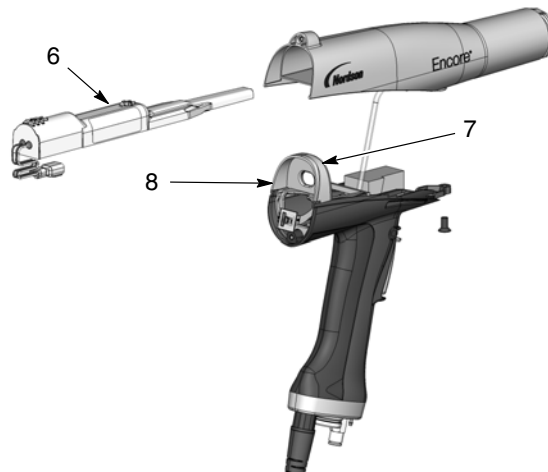

Abb. 6-4 Spannungsversorgung vom Pistolengehäuse abnehmen
1. Siehe Abb. 6-4. Die Stromversorgung (6) aus dem Pistolengehäuse herauschieben.
2. Die Dichtung (7) auf der Rückseite der Trennwand (8) überprüfen. Bei Beschädigung ersetzen. Die Dichtung ist mit druckempfindlichem Klebstoff an der Trennwand befestigt.